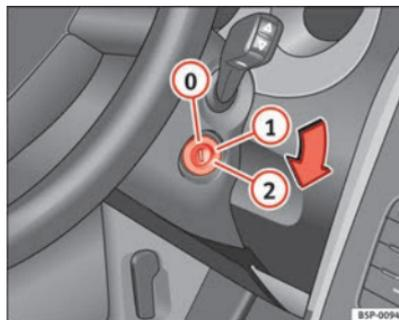

Fig. 136 Posições da chave da ignição
Nesta posição, ⇒ Fig. 136 a ignição e o motor estão desligados, podendo bloquear a direcção.
- Rode a chave da ignição para a posição ⇒ Fig. 136 . O aviso  acender-se-á em caso de pré-incandescência do motor. ▶
- Quando o aviso se apagar, rode a chave da ignição até à posição ② para arrancar o motor, sem acelerar.
- Rode a chave da ignição até à posição ⇒ Fig. 136 ①.